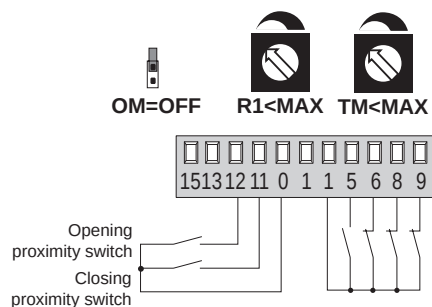

Fig. 6.4
- (Abb. 6.4) Verwendung ohne Endschalter und Freifahrbewegung beim Zulauf durch Vorendschalter.